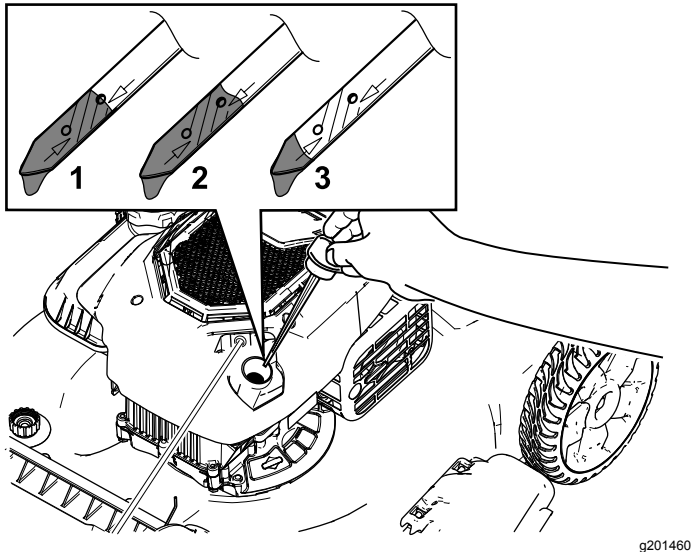

Figura 12
2. Girate il tappo in senso antiorario ed estraete l'asta di livello (Figura 12).
5. Controllate il livello dell'olio sull'asta (Figura 12).
- Se il livello di olio dell'asta è troppo basso (Figura 12), versate con cura una piccola quantità di olio detergente SAE 30 o SAE 10W-30 nel tubo di riempimento dell'olio, attendete 3 minuti e ripetete gli step da 3 a 5 finché il livello dell'olio sull'asta non risulta corretto. Per il tipo di olio, fate riferimento a Cambio dell'olio motore \(pagina 19\).
- Se il livello dell'olio sull'asta è troppo alto (Figura 12), drenate l'olio in eccesso finché il livello dell'olio sull'asta non risulta corretto; fate riferimento a Cambio dell'olio motore \(pagina 19\).